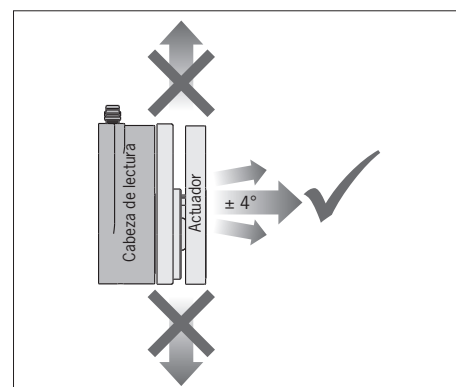

Fig. 1: Dirección de ataque
- ▶ Al abrirse la puerta de protección, el actuador debe alejarse frontalmente de la cabeza de lectura (véase la Fig. 1).